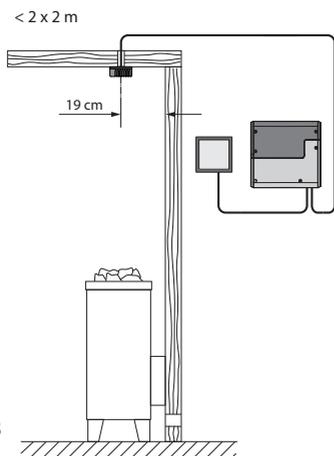
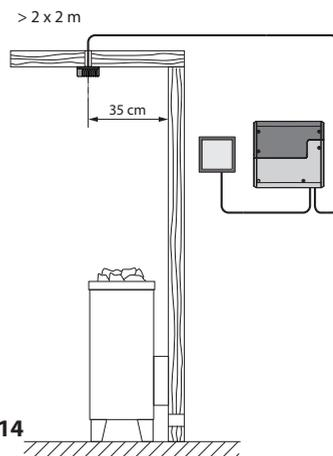

Fig. 13
Fig. 14
1. Le capteur du poêle doit être monté dans la cabine pour des dimensions allant jusqu'à 2 x 2 m conformément à la fig. 13 et conformément à la fig. 14 dans les grandes cabines.